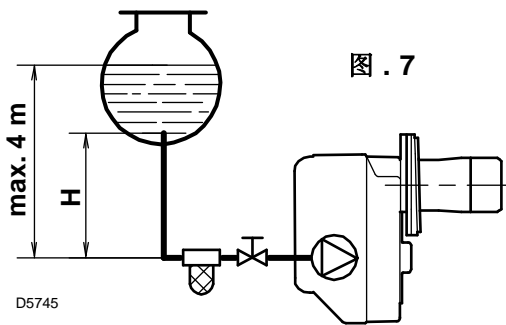
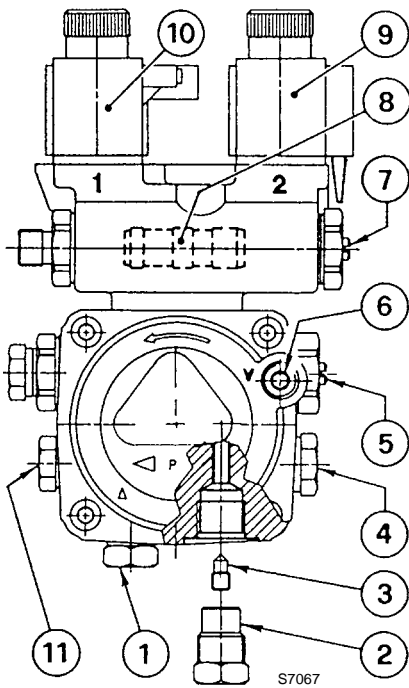

图 .7
图 .8
- 设计时泵是按双管运行的。如单管运行，须拧下回油螺钉 (2)，移开旁路螺钉 (3) 后再拧紧螺钉 (2)。(参见图 .8)
在图 .7 所示系统中，松开油压表接口螺钉 (6, 图 .8) 直到有油流出就可以了。